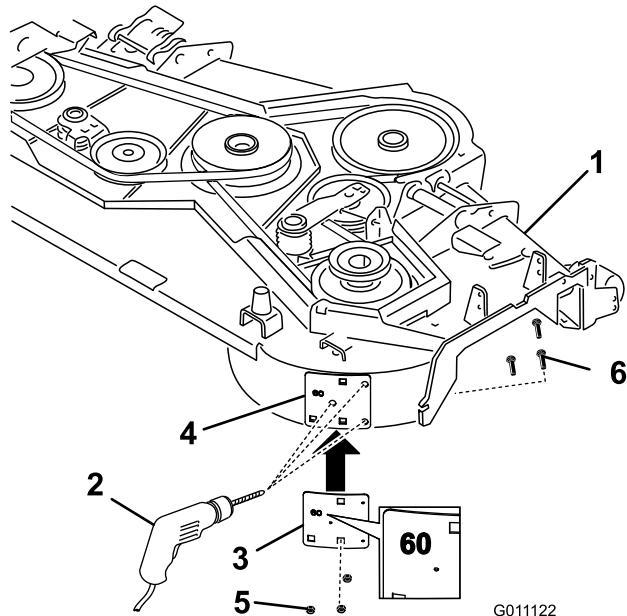

Figure 5
- Montez le modèle en métal portant le numéro 60 sur le plateau de coupe à l'aide des boulons de carrosserie et les écrous retirés précédemment en utilisant les trous existants (Figure 5).
- Marquez au pointeur l'emplacement des nouveaux trous sur le plateau de coupe en utilisant les 3 trous du modèle (Figure 5).
- Retirez le modèle en métal et percez trois avant-trous de 1/8 pouce de diamètre avec un foret affûté (Figure 5).
- Percez trois trous de 13/32 pouce de diamètre dans les avant-trous avec un foret affûté (Figure 5).